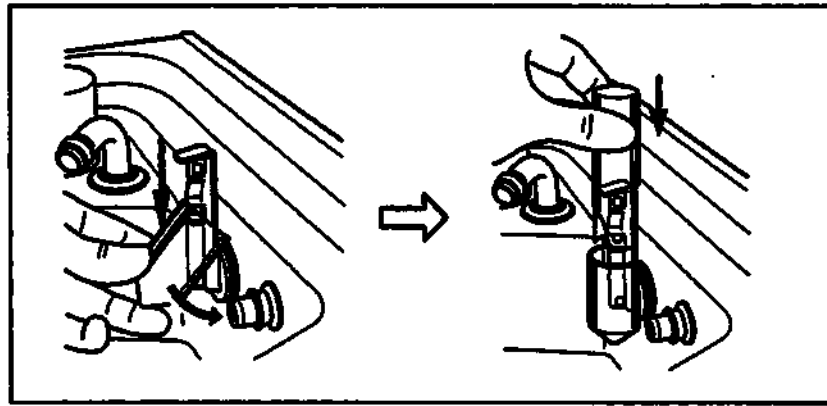

Рис. 6.32
7. Присоедините обе части крышки датчика уровня жидкости на прежнее место вокруг датчика уровня жидкости (см. рис. 6.32).